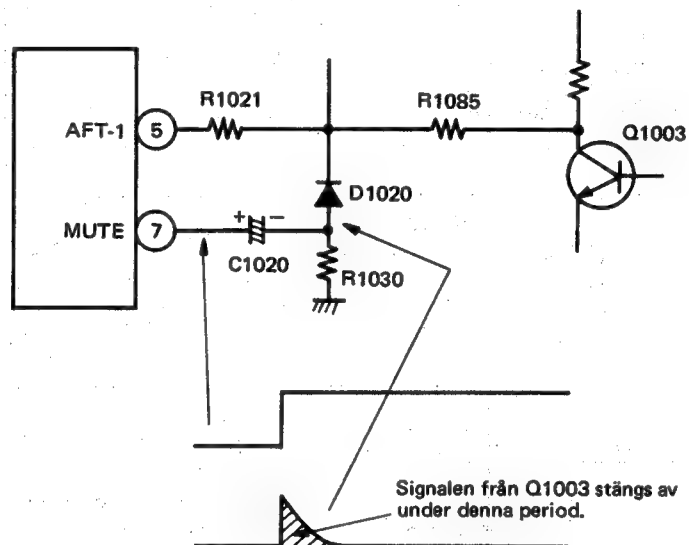

Figure 10.
Om sökandet börjar när en TV signal erhållits och lagrats i minnet, förorsakas en puls att komma in i stift ⑤ (AFT-1) på I1001 (Fig. 10). Som följd därav kan avsökningen upphöra även då det inte finns något TV signal i mottagaren.